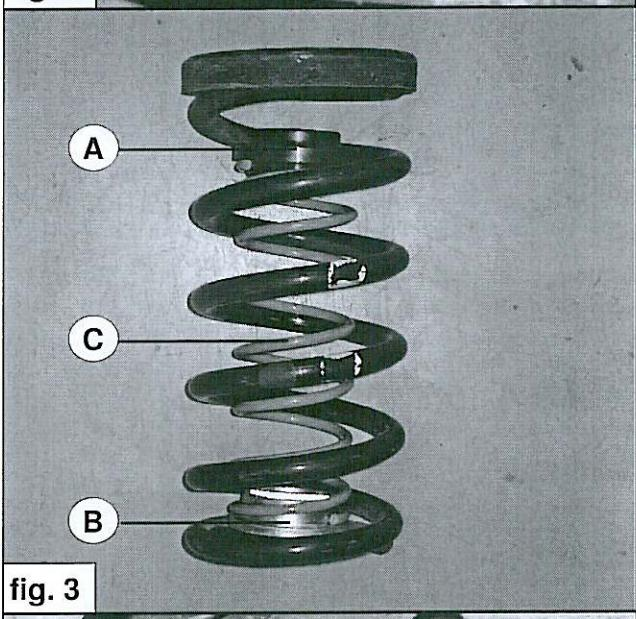

fig. 3
- Montez le set de ressort auxiliaire sur le ressort principal. Voir fig. 3.
- Sätt hjälpfjädersetet inuti huvudfjädern. Se fig. 3